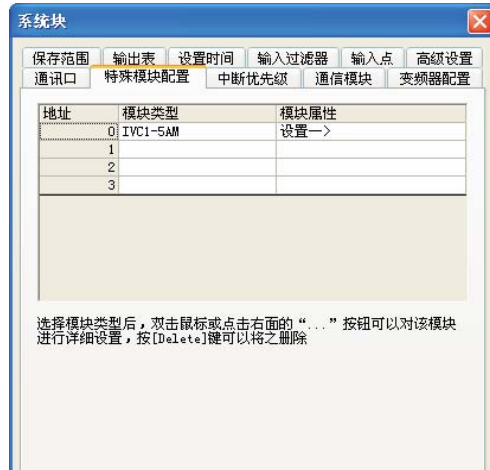
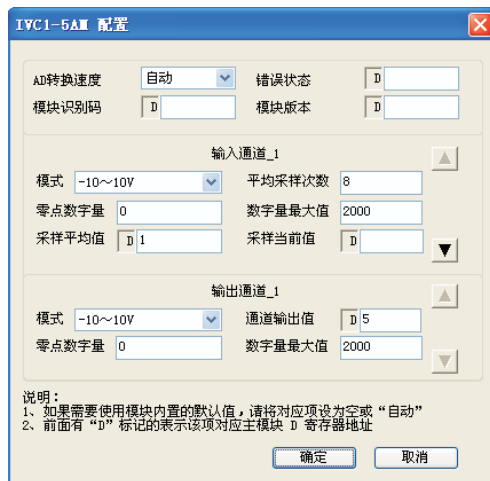

图 4-1 设置扩展模块类型
图 4-2 设置扩展模块参数
9. BFM#4094 为模块软件版本信息。自动显示在后台软件的 IVC1-5AM 配置界面上的**模块版本**栏，见图 4-2。
例：IVC1-5AM 模块地址为 1（扩展模块的编址方法，参见《IVC 系列可编程控制器用户手册》），使用其第 1、2、3、4 通道，输入电压信号（-10V~10V），输入通道平均值点数为 8，并且用数据寄存器 D1、D2、D3、D4 接收平均值转换结果；输出通道置模式 0，输出电压信号 10V，使用 D5 单元。如图 4-1，设置扩展模块的类型；然后如图 4-2，设置扩展模块实际使用的参数。图示为设置第 1 通道和输出通道的参数，同样的方法分别设置其它 3 个输入通道。